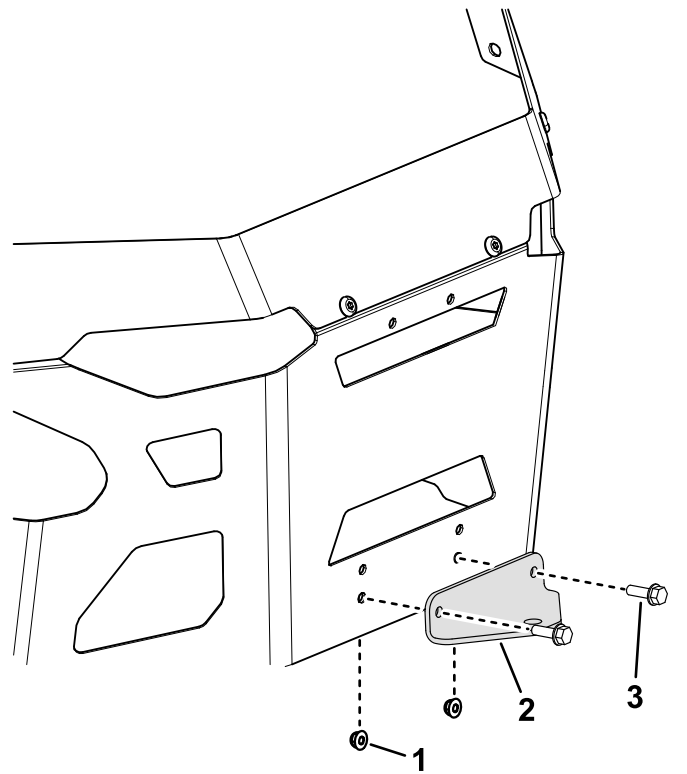

Figura 6
2. Rimuovete i 2 bulloni, i 2 dadi e la staffa di attacco preesistenti dalla parte inferiore della protezione (Figura 6).